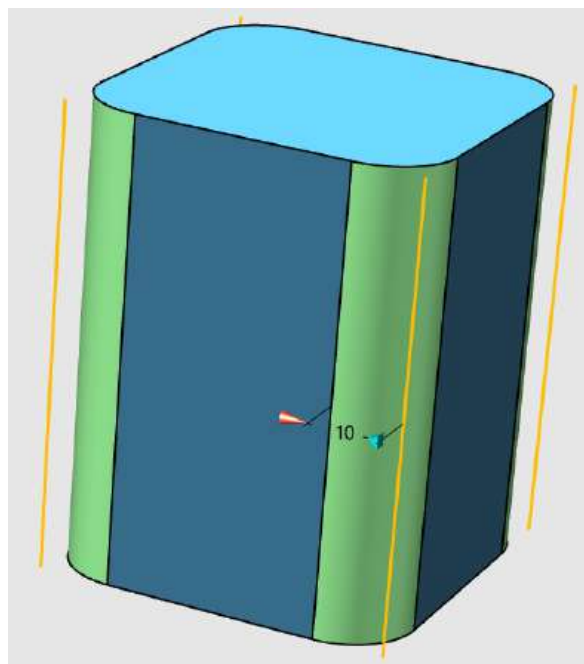

图 1-2
Step 2 选择圆角命令，选中如下图 1-2 所示的四条边线，将圆角大小设为 10。